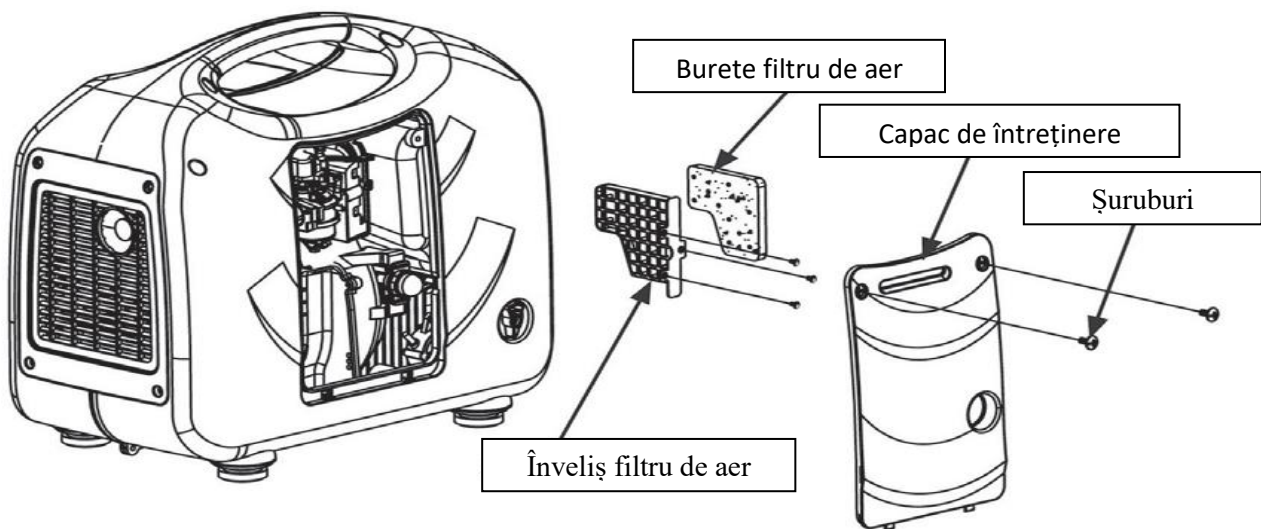

Fig. 5.0
3. Scoateți buretele filtrului de aer (consultați Fig. 5.0)